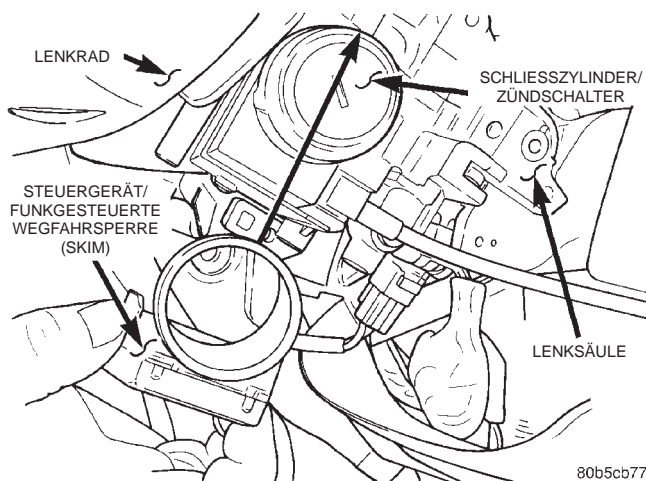

Abb. 1 Lage des Steuergeräts der funkgesteuerten Wegfahrsperrung (SKIM)
Das SKIM ist neben dem Schließzylinder des Zündschalters an der Lenksäule befestigt (Abb. 1). Der SKIS-Transponder ist unter einer Gummikappe am Zündschlüssel angebracht. Die VTSS-Kontrollleuchte befindet sich in der oberen Abdeckung der Instrumententafel.
Das SKIM sendet und empfängt Funksignale über eine Ringantenne, die sich im Innern des SKIM-Gehäuses befindet. Ist das SKIM korrekt an der Lenksäule angebaut, so umschließt die Ringantenne das Gehäuse des Schließzylinders des Zündschalters (Abb. 1). Die Ringantenne darf nicht mehr als 8 mm (0,31 Zoll) vom SKIS-Transponder entfernt sein, da andernfalls die Funkkommunikation zwischen SKIM und SKIS-Transponder nicht mehr gewährleistet ist.
(2) Knieschutzpolster abbauen. Näheres hierzu siehe Kapitel 8E, "Instrumententafel und Anzeiginstrumente".
(3) Die obere und die untere Lenksäulenverkleidung abbauen. Näheres hierzu siehe Kapitel 19, "Lenkung".
(4) Steckverbinder vom SKIM abziehen.
(5) Die eine Schrauben lösen, mit der das SKIM unten an der Lenksäule befestigt ist.
(6) SKIM von der Lenksäule wegschieben, so dass die Ringantenne vom Gehäuse des Schließzylinders des Zündschalters gelöst wird (Abb. 1).
(7) SKIM aus dem Fahrzeug nehmen.